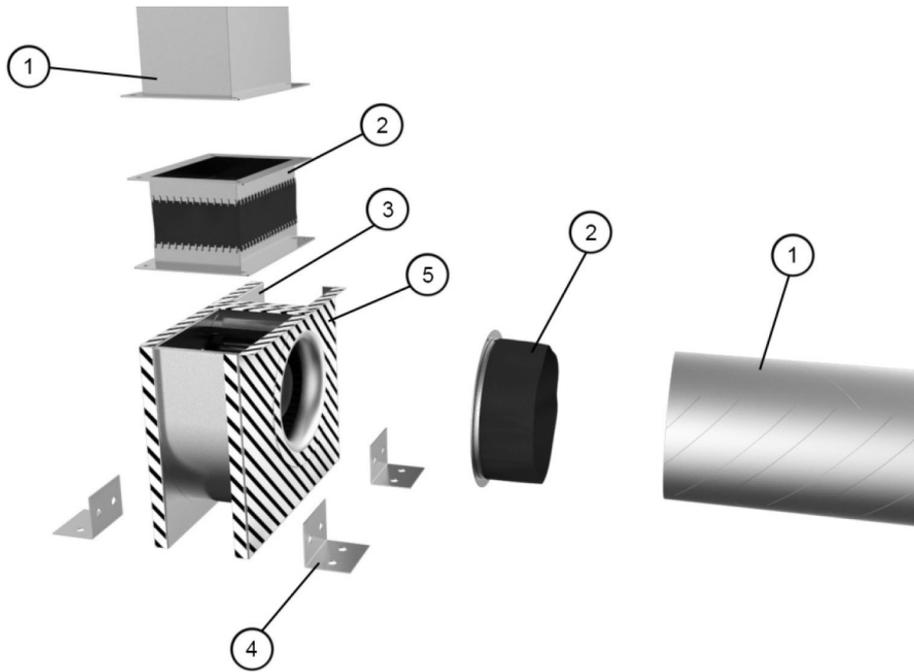
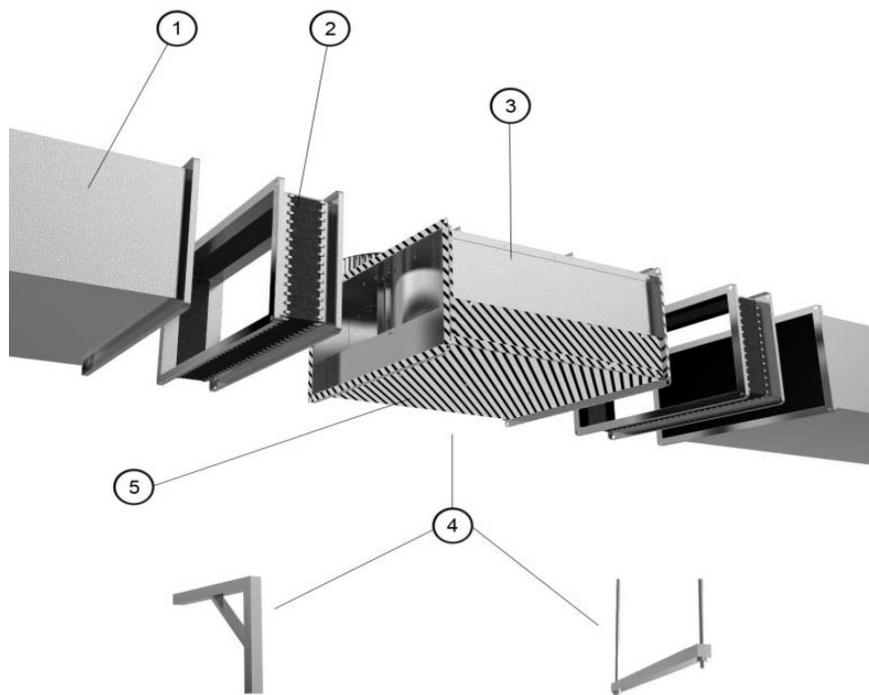

Bild 1 DKEX
Bild 2 KTEX
Die Installationsbeispiele (Abbildung 1, Abbildung 2) dienen nur als Richtlinie für die Installation; die Dimensionierung der Aufhängevorrichtungen muss vom Installateur durchgeführt und an die vorherrschenden Bedingungen angepasst werden. Die Ventilatoren (3) können mit Halterungen oder an Hängevorrichtungen (4) angebracht werden. Wird eine Aufhängevorrichtung oder Halterung an den Ventilatoren installiert, muss der Abstand zu beweglichen Teilen mindestens 25 mm betragen. Schraub- oder Nietverbindungen müssen für den Zweck angepasst werden. Nach Fertigstellung der Installation muss eine Reinigung des Ventilators durchgeführt werden. Die gestrichelten Bereiche (5) eignen sich für die Installation von Kanälen und Aufhängevorrichtungen. Die Kanäle (1) sind über Manschetten (2) mit den Ventilatoren zu verbinden.